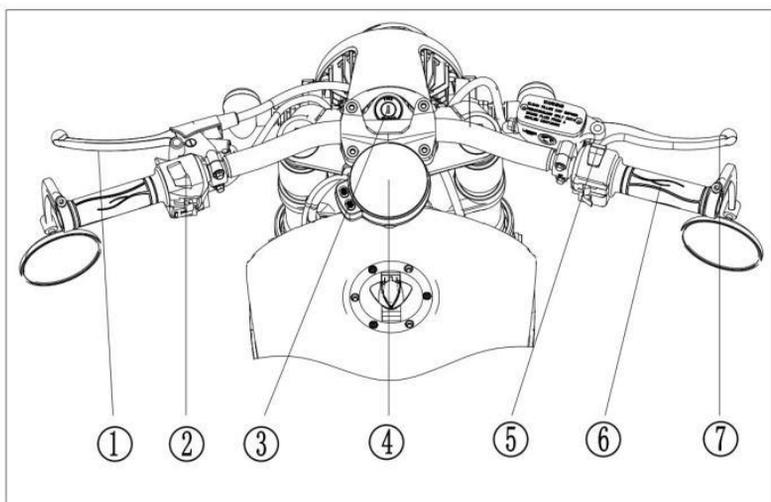

Рисунок 3
⑬ Педаль тормоза
3. (Рис. 3)
① Рычаг сцепления
② Левый блок управления
③ Замок зажигания
④ Приборная панель
⑤ Правый блок управления
⑥ Рукоятка газа
⑦ Рычаг переднего тормоза